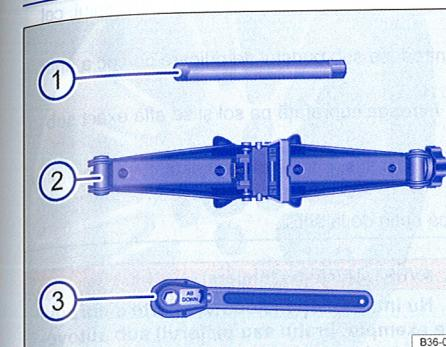

Fig. 234 Componentele cricului.
6. Slăbiți șuruburile de roți ale roții care trebuie înlocuită ⇒ pagina 379. Introduceți prelungitorul ⇒ fig. 234 ① în cric ②. Introduceți manivela ③ în prelungitor ①.